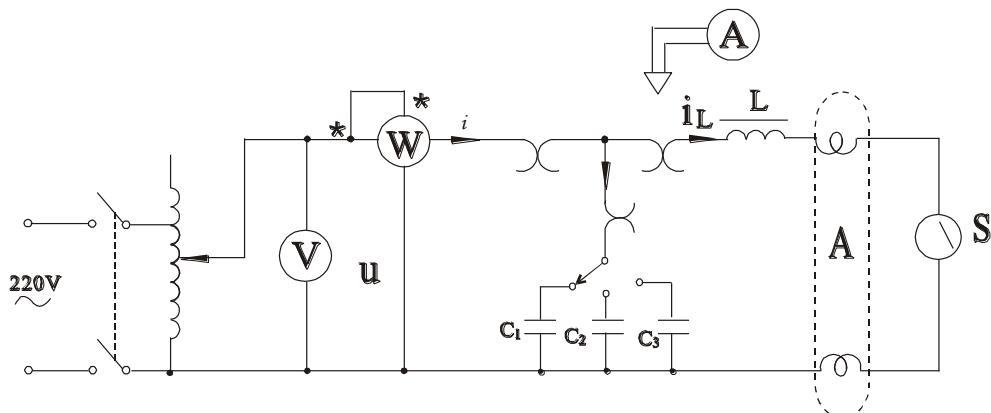

图 5-4
2. 并联电路——电路功率因数的改善。按图 5-4 组成实验线路。